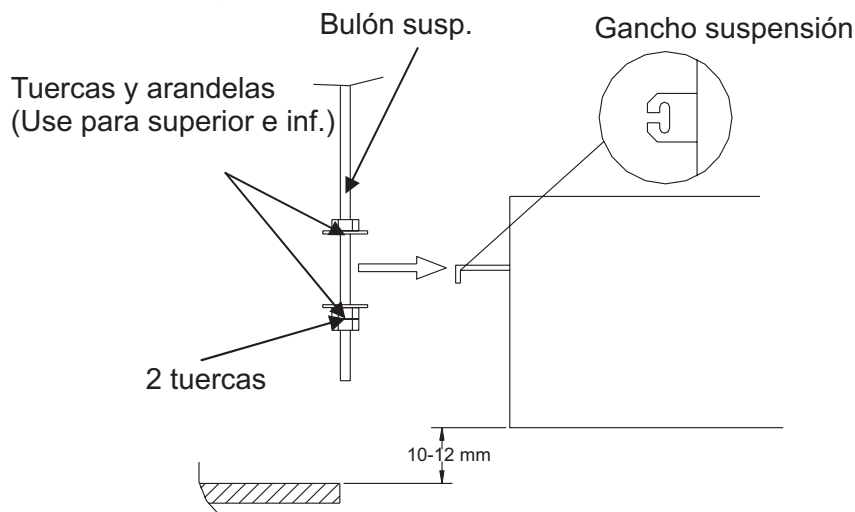

Fig.9
- A fin de impedir que se afloje, se recomienda utilizar 3 tuercas hexagonales (preparado en el lugar) y 2 arandelas (accesorio) en cada bulón de suspensión. Considere que se utilizarán 2 tuercas en la parte inferior (Fig. 9).
- Regule la distancia entre la unidad y el techo a 10~12 mm. Ajuste todas las tuercas de los bulones de suspensión (Fig. 9).